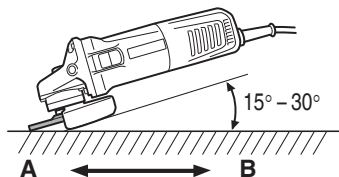

Fig. 4
4. Utiliser un angle de meulage correct. Meuler seulement avec le rebord de la meule en soulevant la meuleuse à disque de 15° à 30°, comme montré sur la Fig. 4.
Lors de l'utilisation d'une nouvelle meule à dépression centrale dans la direction A (Fig. 4), le rebord de la meule risque de couper la pièce à usiner. Dans ce cas meuler dans la direction B (Fig. 4).